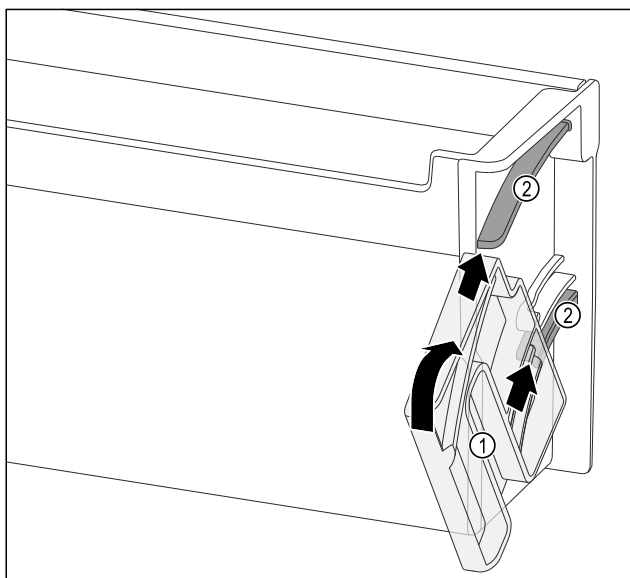

Fig. 100
- ▶ Umieścić pokrętło Fig. 100 (1) w taki sposób, aby zagłębienia znajdowały się naprzeciw kanałów prowadzących Fig. 100 (2) półki w drzwiach.
- ▶ Obrócić pokrętło Fig. 100 (1) w podanym kierunku.